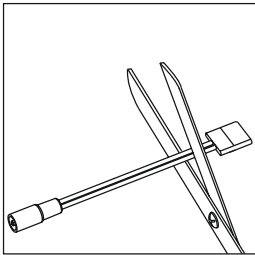
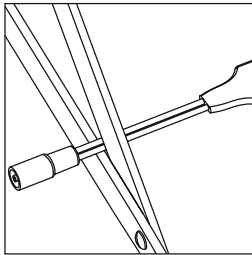
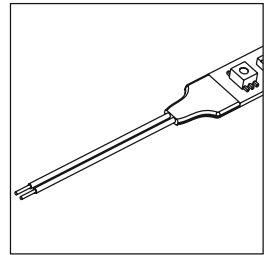

Рисунок 7
Рисунок 8
Рисунок 9
4.4 Подключение ленты и драйвера LED ИПСН производится напрямую проводами (коннектором) к винтовым контактам контроллера. Для этого на коннекторе необходимо отрезать контактный разъем 8 мм (рисунок 7) и снять изоляцию с проводников на длину 8 мм. На светодиодной ленте следует так же удалить разъем «JACK 5.5» (рисунок 8) и снять изоляцию с проводников на длину 8 мм (рисунок 9).
6.7 Для подключения ленты к винтовым контактам драйвера на концах проводов, припаянных к ленте, необходимо отрезать коннектор JACK 5.5 (рисунок 8), снять изоляцию с проводников на 8 мм (рисунок 9), либо припаять к ленте новые провода.